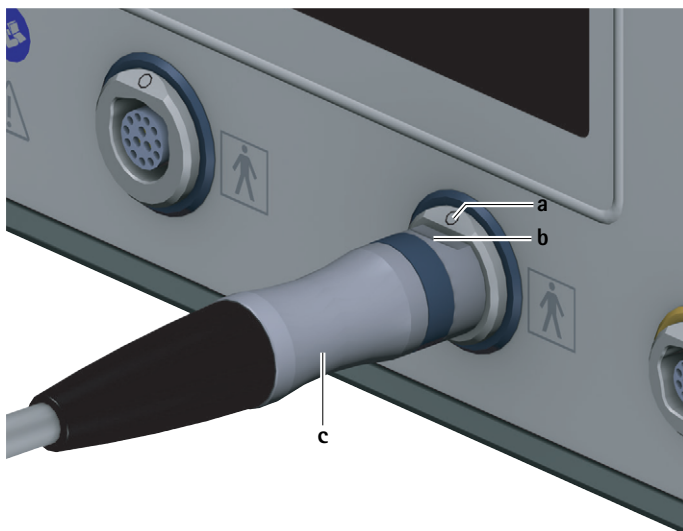

Рис. 3 Подключение моторного кабеля
- Выровнять штекер блока управления с на моторном кабеле таким образом, чтобы маркировка b на штекере соответствовала маркировке a на гнезде для рабочего элемента 7, см. Рис. 3.
- Вытянуть моторный кабель за штекер для блока управления с из гнезда для рабочих элементов 7, см. Рис. 3.